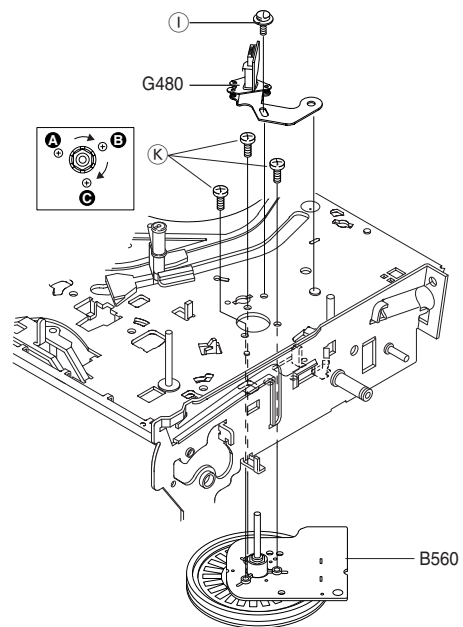

Fig. 8
- Schraube **I** (Fig. 8) herausdrehen und AC-Kombikopf (G480) abnehmen.
- 3 Schrauben **K** (Fig. 8) herausdrehen.
- Capstanmotor (B560, Fig. 8) aus dem Laufwerk nehmen. Die Capstanwelle darf dabei gefettete Teile des Laufwerks nicht berühren. Der Einbau erfolgt in umgekehrter Reihenfolge. Zu beachten ist dabei, dass die Capstanwelle fettfrei sein muss (gegebenenfalls reinigen).